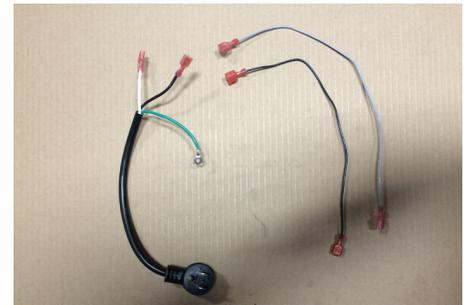

Figure 1: Faisceau De Câblage
1. Enlevez le contenu de la boîte et d'inspecter des dommages causés à l'ensemble de ventilateur. Si le dommage est remarqué appelez votre revendeur, distributeur ou la compagnie de messagerie et ont remplacé les composants (voir Figure 1).